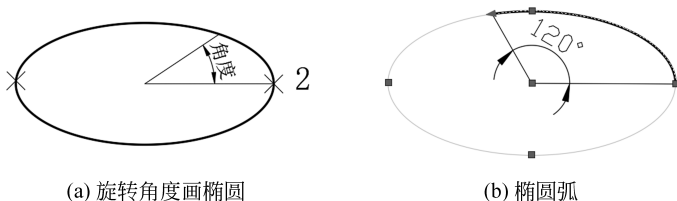

图 3-33 角度方式画椭圆与椭圆弧
旋转(R)：执行该选项后，系统提示“指定绕长轴旋转的角度：”，此时指定点或输入一个小于 90° 的角度值，指定的点或值的意义为椭圆的离心率。值越大椭圆的离心率越大，输入 0 将定义圆，如图 3-33(a)所示
(3) 圆弧(A)：画椭圆弧与画椭圆类似，不同的是画椭圆弧时需要定义椭圆弧的起始角度和端点角度，椭圆弧是包含在起始角和端点角之间的一部分椭圆。画椭圆弧可以单击绘图工具条上的图标，根据命令行提示进行绘制。图 3-33(b)所示为起始角为 0° ，端点角为 120° 的椭圆弧。